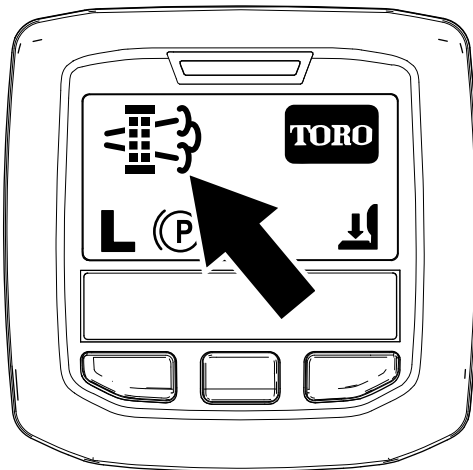

Figure 51
- Quand le calculateur moteur demande une régénération en stationnement ou une régénération d'urgence, l'icône de demande de régénération (Figure 51) s'affiche sur l'InfoCenter.